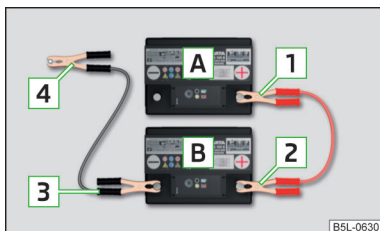

Fig. 224
- Fixez la borne **1** sur le pôle positif de la batterie déchargée **A** » fig. 224.